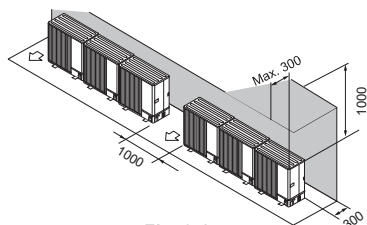

Fig. 2-14
② Obstacole numai în spate și deasupra (Fig. 2-14)